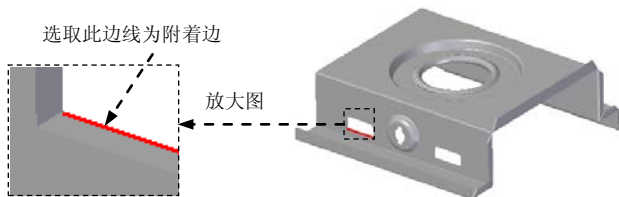

图 8.10.46 定义附着边
(1) 选择命令。单击“主页”功能选项卡“钣金”工具栏中的“弯边”按钮.
(2) 定义附着边。选取图 8.10.46 所示的模型边线为附着边。
(3) 定义弯边类型。在命令条中单击“从两端”按钮，在“距离”文本框中输入值 8，在“角度”文本框中输入值 90，单击“外部尺寸标注”按钮和“材料外侧”按钮；调整弯边侧方向向内，如图 8.10.46 所示。